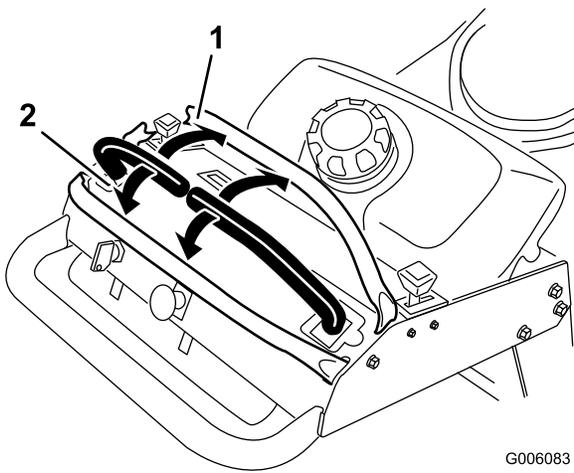

Figura 11
3. Para ir hacia adelante, empuje lentamente las palancas de control de movimiento hacia adelante (Figura 11).
Para ir recto, aplique la misma presión a ambas palancas de control de movimiento (Figura 11).
Para girar, mueva la palanca de control de movimiento hacia punto muerto en el sentido en el que desea girar (Figura 11).
2. Para ir hacia atrás, tire lentamente de las palancas de control de movimiento hacia atrás (Figura 11).
Para girar, deje de empujar la palanca de control de movimiento del lado al que desea girar (Figura 11).